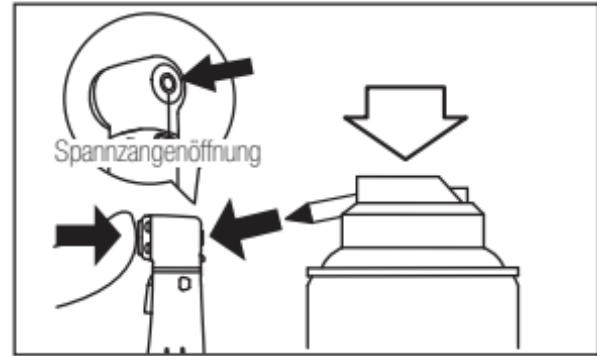

Abb. 11
- 2) Schmieren Sie die Spannvorrichtung direkt durch die Spannzangenöffnung. (Abb. 11)